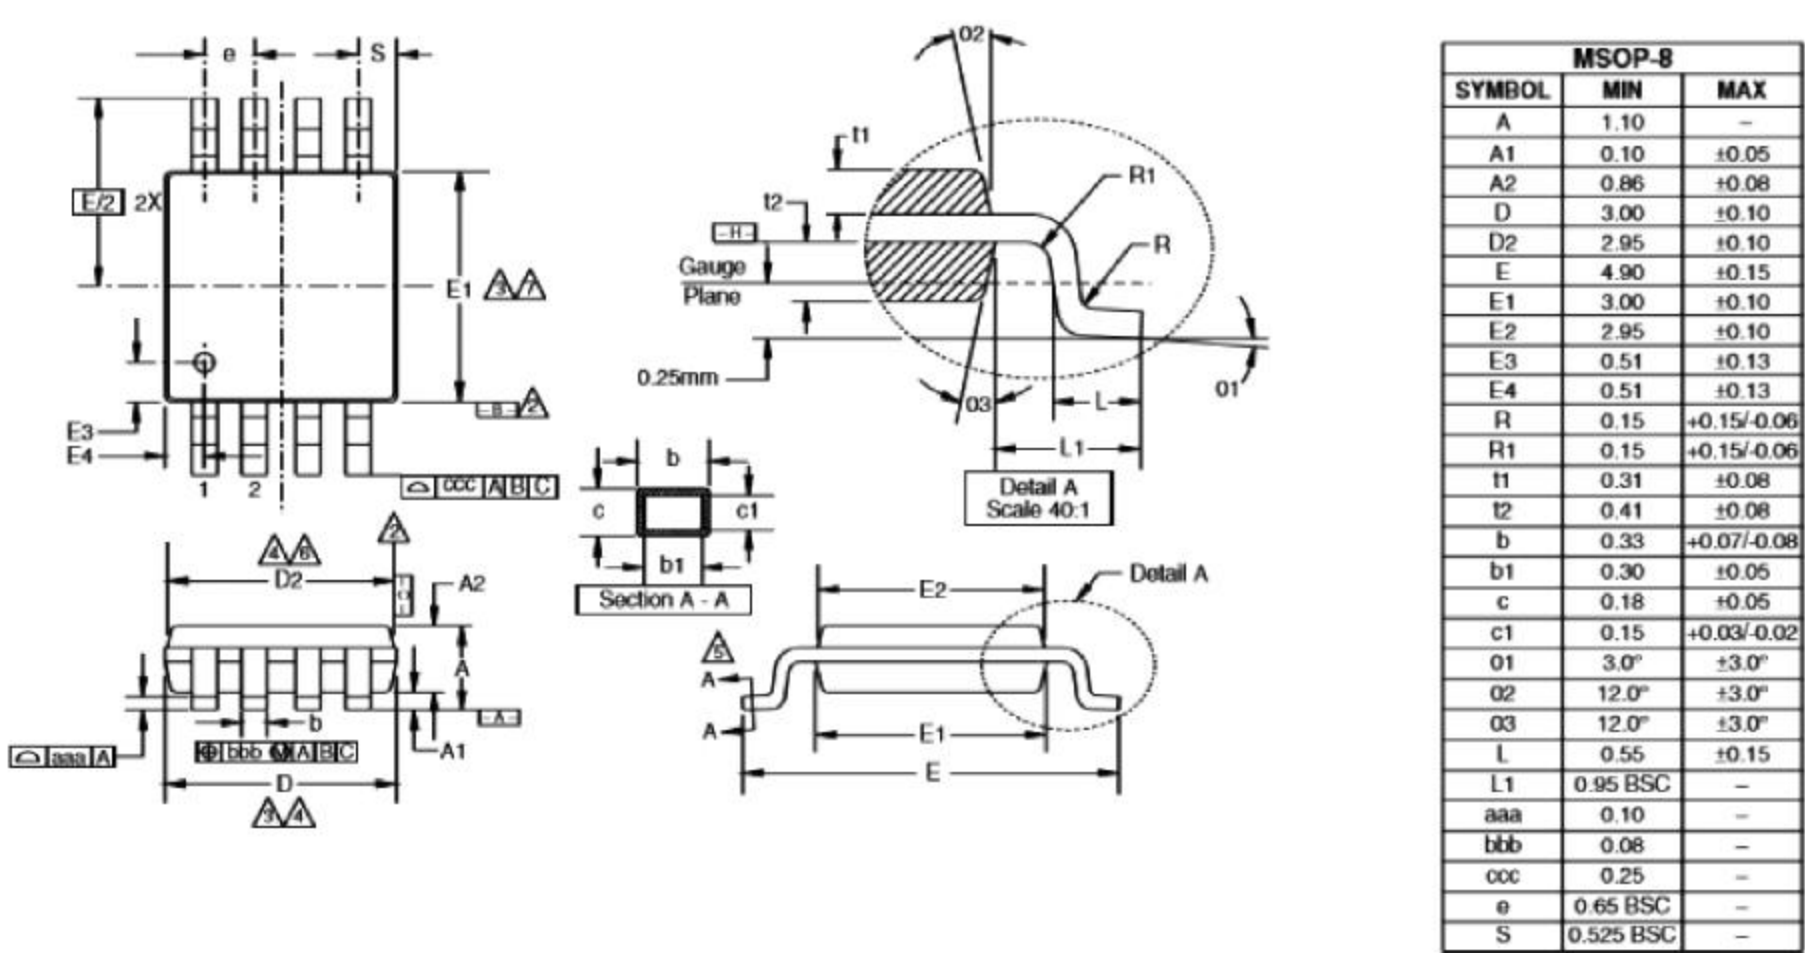

图 3-35 LMV358 封装尺寸
(4) 下载相应的数据手册。此处以 LMV358 芯片为例，详细介绍手工创建封装。LMV358 芯片的规格书如图 3-35 所示。
(6) 从图 3-35 可以了解到纵向焊盘的中心到中心间距为 0.65mm,横向间距为 4.225mm,按照规格书所示的管脚序号和间距一一摆放焊盘。放置焊盘通常可以通过以下两种方法实现焊盘的精准定位: